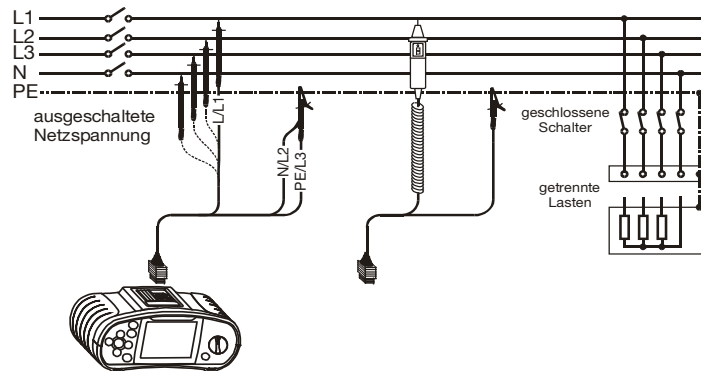

Abb. 5.2: Anschluss des Universalprüfkabels und der Taster-Prüfspitze
Schritt 3 Schließen Sie das Prüfkabel an die zu prüfende Komponente an. Befolgen Sie zur Durchführung der Isolationswiderstandsmessung den Anschlussplan in Abb. 5.2. Benutzen Sie bei Bedarf die **Hilfe**-Funktion.